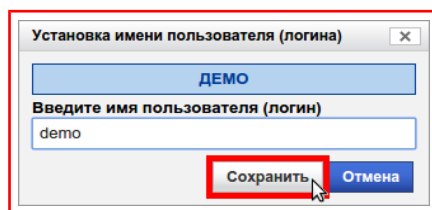

Рисунок 9.75 — Кнопка «Сохранить»
4) Нажать на кнопку **«Сохранить»**, рисунок 9.75.